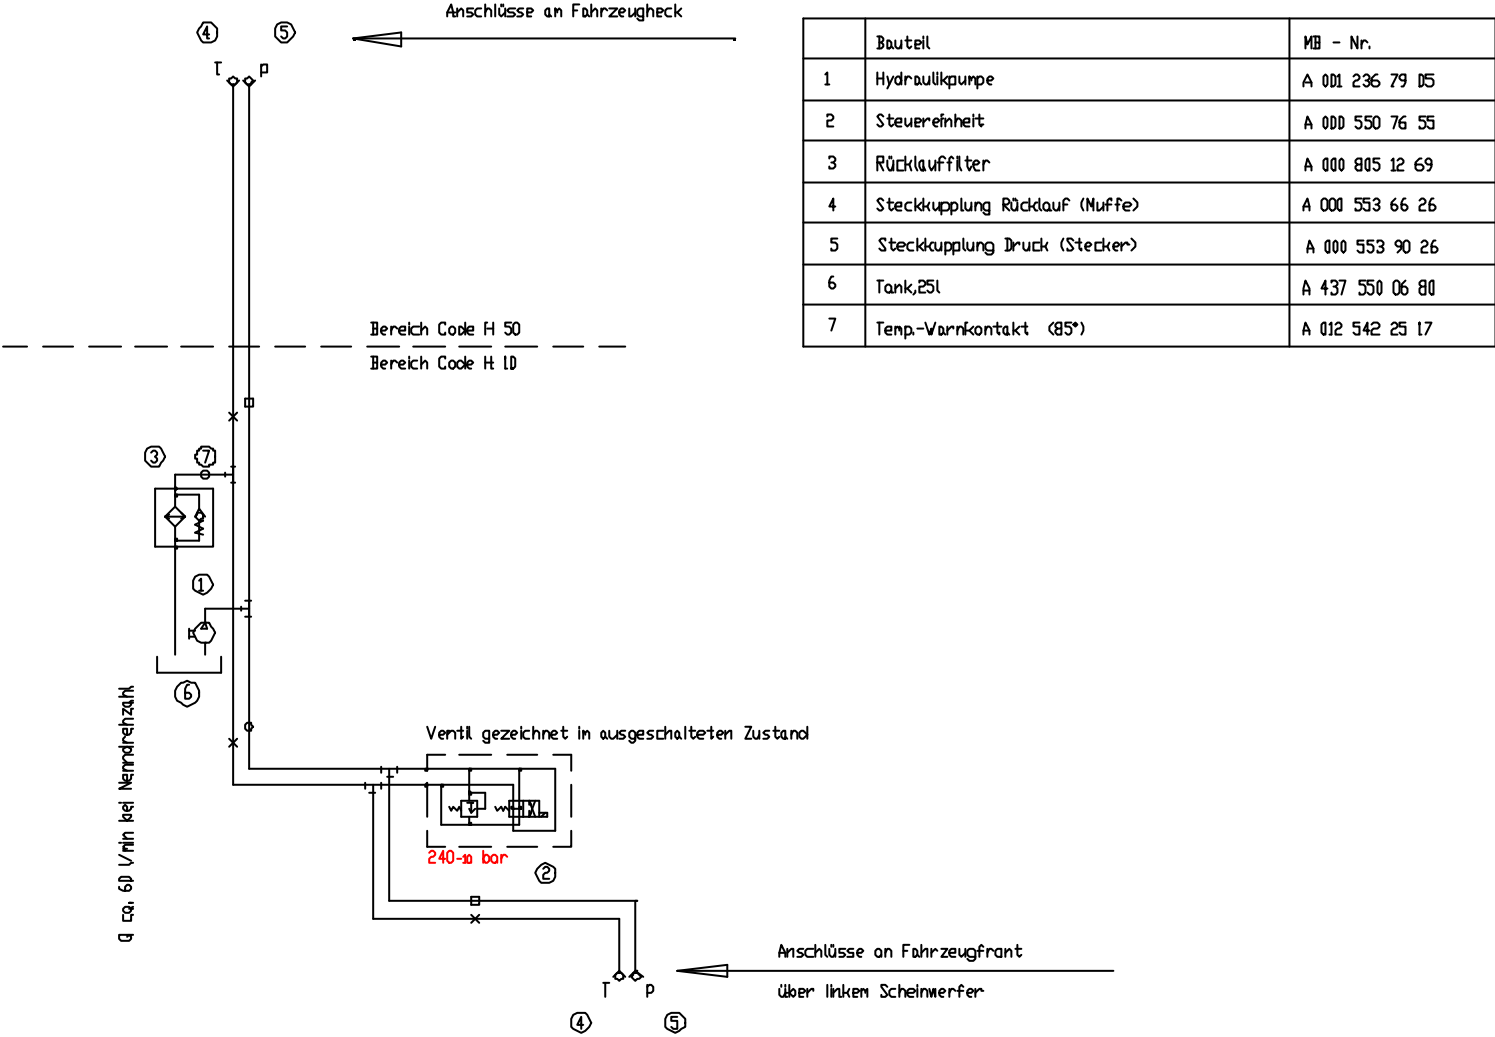

Bild 6.2.5.1: Schema Fahrzeughydraulik
Bei Dauerbetrieb des Fahrzeuges mit ausgeschalteter Hydraulikanlage bei hohen Außentemperaturen ( $>30^{\circ}\text{C}$ ) und hoher Motordrehzahl ist ein Kurzschluss-Schlauch (Bild 6.3.1.1) zwischen den Anschlüssen T (4) und P (5) (Bild 6.2.5.1) zu montieren. Beispiel: Feuerwehraufbauten mit Wasserpumpe an N19 im stationären Betrieb ohne angeschlossenes Hydraulikgerät.